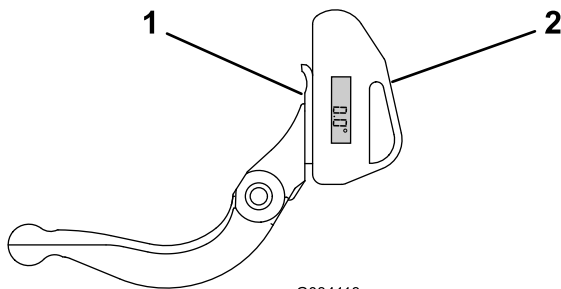

Figure 35
1. Placez l'indicateur d'angle sur le côté inférieur de la contre-lame, comme montré à la Figure 35.